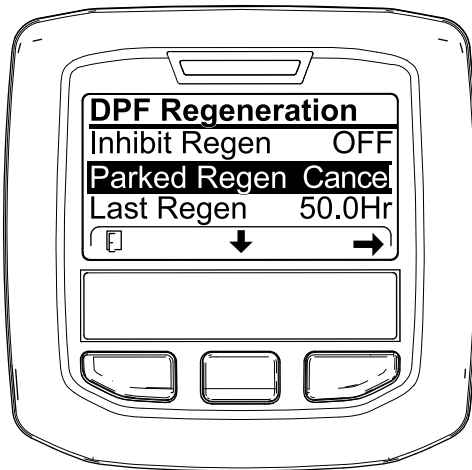
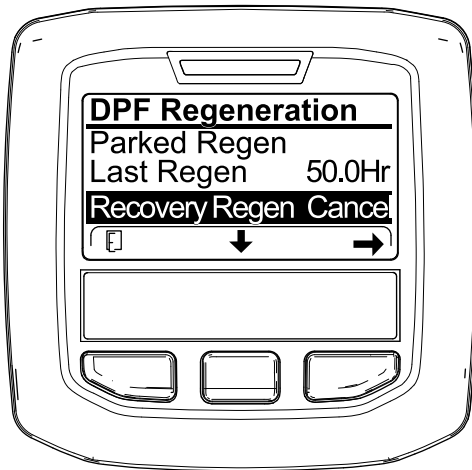

図 98
図 99
1. DPF 再生メニューにアクセスする 図 98。
2. 中央ボタンを押して下へスクロールし、駐車再生キャンセル PARKED REGEN CANCEL (図 98) またはリカバリ再生キャンセル RECOVERY REGEN CANCEL を選ぶ 図 99。
3. 右ボタンを押すと再生キャンセルに Regen Cancel に入る 図 98 または 図 99。